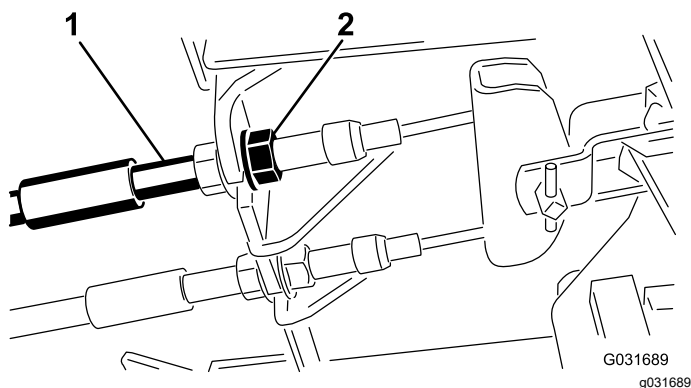

Рисунок 88
1. Чтобы уменьшить свободный ход тормозных педалей, затяните тормоза, ослабив переднюю гайку на резьбовом конце троса тормоза (Рисунок 88).